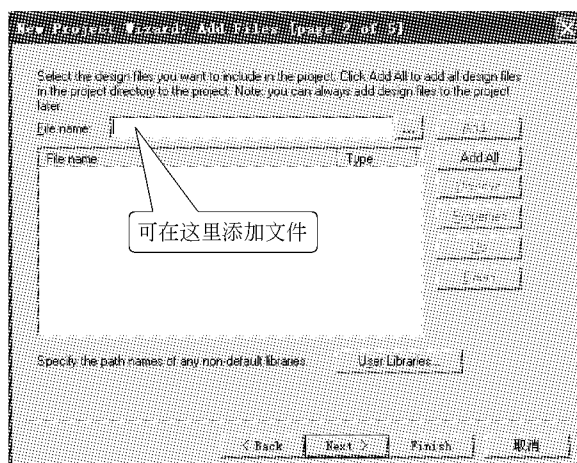

图 3-7 Quartus II 创建工程向导界面(二)
(2) 单击 Next 按钮,进入下一步,如果需要也可在 File name 处添加设计文件,如图 3-7 所示。